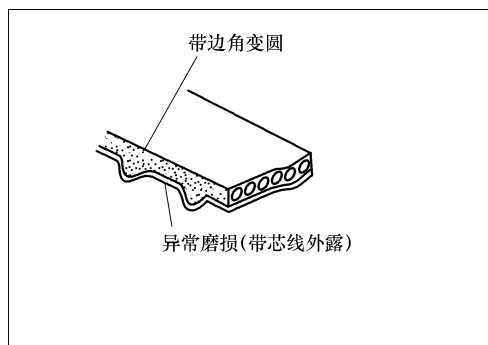

图 2-23 齿带侧面异常磨损
③ 如图 2-23 所示，正时带侧面异常磨损。正时带侧面如快刀切过一样整齐时为正常。